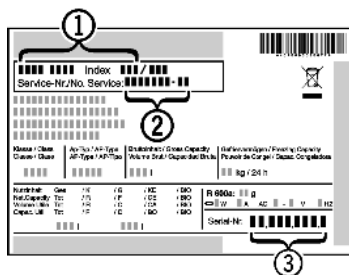

Fig. 54
- Consulter la désignation de l'appareil Fig. 54 (1), le N° de service Fig. 54 (2) et le N° de série Fig. 54 (3) sur la plaque signalétique. La plaque signalétique se trouve à l'intérieur de l'appareil, sur le côté gauche.